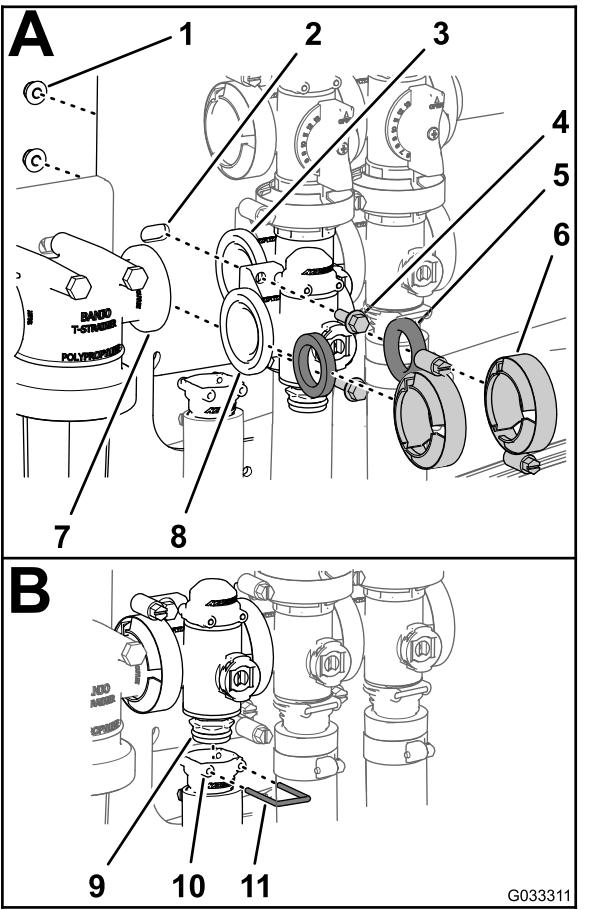

Рисунок 75
- Установите прокладку между фланцами коллектора клапана управления нормой внесения и головкой фильтра линии нагнетания (Рисунок 75А).
2. Смонтируйте коллектор клапана управления нормой внесения, прокладку и головку фильтра линии нагнетания с помощью фланцевого хомута, затянув его от руки (Рисунок 75А).
3. Установите прокладку между фланцами клапана управления нормой внесения и коллектором клапана перемешивания (Рисунок 75А).
фланцевого хомута, затянув его вручную (Рисунок 75А).
5. Присоедините клапан управления нормой внесения к опоре крепления при помощи 2 болтов с фланцевыми головками и 2 фланцевых контргаек (Рисунок 75А), снятых при выполнении действий, описанных в пункте 3 раздела Демонтаж коллектора клапана управления интенсивностью опрыскивания \(страница 71\), и затяните гайку и болт с моментом от 10 до 12 Н·м.
6. Установите выпускной штуцер на штуцер муфты в нижней части коллектора клапана управления нормой внесения (Рисунок 75В).
7. Прикрепите выпускной штуцер к штуцеру муфты, вставив держатель в гнездо выпускного штуцера (Рисунок 75В).